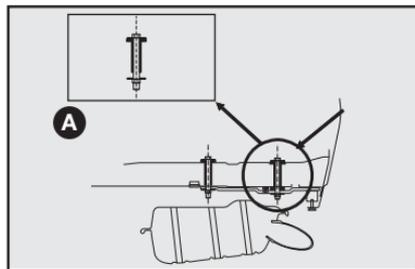
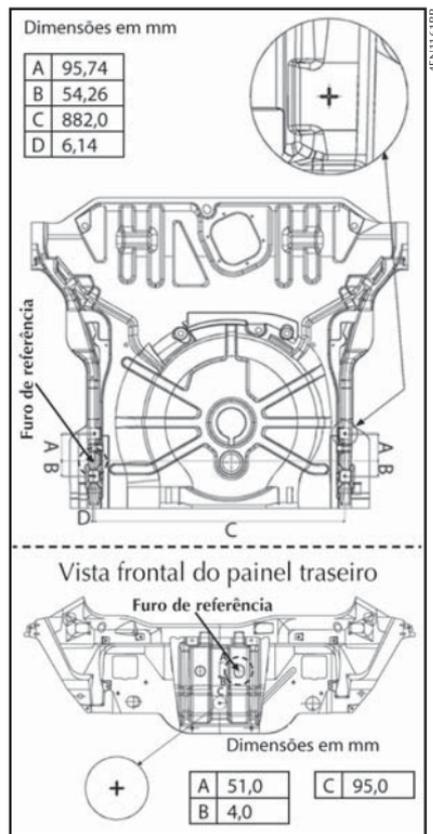

fig. 12
fig. 13
- Efetuar no veículo a furação com  $\varnothing$  (diâmetro) 11 mm traspassando o assoalho posterior (ver detalhe **A-fig. 12**) e a longarina nas marcas esquemáticas indicadas na figura correspondente ao modelo do seu veículo **fig. 13**.